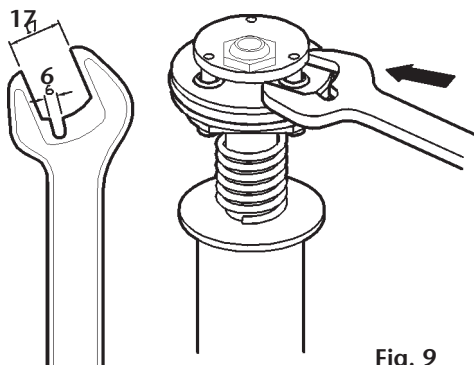

Fig. 9
1. Secure the air motor body (16) in the vice and loosen the four screws (13) to remove the air motor dolly (1).
2. Check the upper spring (2) and the spring stop (3) inside the air motor dolly (1). Replace if damaged.
3. Remove the lower circlip (15) and muffler (14) and pull up the inverting set (4) until the hole in pump piston (8) becomes visible in the opening where the muffler was removed. Insert a steel rod (8 mm) in the hole to lock the piston.
4. Use a prepared 17mm wrench (see fig. 9) to remove the inverting set (4).
1. Fijar el cuerpo motor (16) adecuadamente y soltar los cuatro tornillos (13) para retirar la cazoleta (1).
2. Verificar el muelle superior (2) y el tope muelle (3) en la cazoleta (1). Sustituir en caso de deterioro.
3. Desmontar el anillo de seguridad (15) inferior y el silenciador (14) y tirar el conjunto inversor hacia arriba hasta que el agujero en el vástago (8) quede visible en la apertura donde el silenciador fue quitado. Introducir una varilla acerada (8mm) en el agujero del pistón para bloquear el mismo.
4. Desenroscar el conjunto inversor (4) con una llave fija de 17mm preparada (Fig. 9).
1. Fixer correctement le corps moteur (16) et dévisser les 4 vis (13) pour désolidariser la cassolette (1).
2. Procéder au contrôle du ressort supérieur (2) ainsi que de la butée de ce dernier (3) qui se trouvent dans la cassolette (1). Remplacer ces pièces si nécessaire.
3. Démontez l'anneau de sécurité (15) inférieur et le silencieux (14) et tirez l'ensemble inverseur vers le haut jusqu'à ce que l'orifice du piston (8) soit visible et ce, au niveau où le silencieux a été enlevé. Introduire une baguette en acier (8mm) dans l'orifice du piston pour bloquer ce dernier.
4. Desserrer l'ensemble inverseur (4) à l'aide d'une clé fixe préparée de 17 mm (voir Fig. 9).